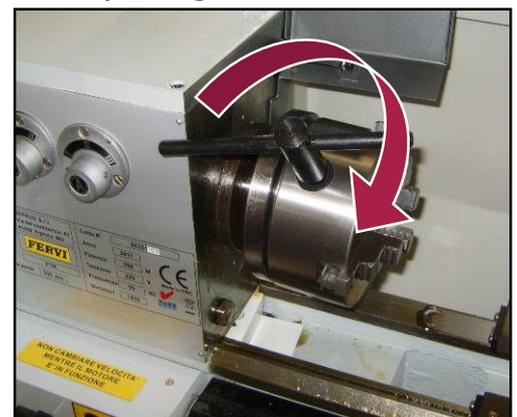

Figura 18 – Chiave del mandrino.
Inserire la chiave in una delle cave a sezione quadra, presenti sul mandrino e, per avvicinare le griffe, ruotarla in senso orario (vedere la **Figura 18**).
13. Dopo aver atteso l'arresto del mandrino, sollevare lo schermo mobile di protezione e smontare il pezzo dal mandrino stesso, aprendo le griffe, con l'apposita chiave. A tal proposito, inserire la chiave in una delle cave a sezione quadra, presenti sul mandrino (vedere la **Figura 18**) e ruotarla in senso antiorario.